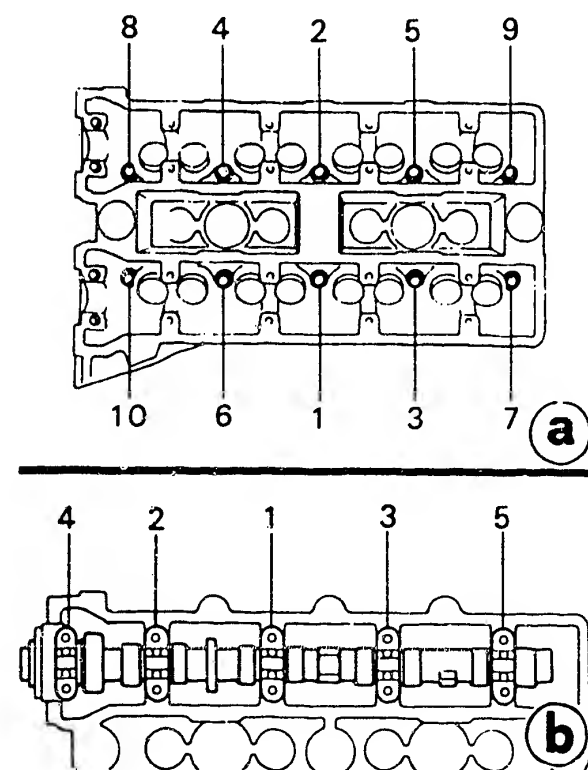

Bild 13 **Motor 4A-GE:** Anzugsreihenfolge der Zylinderkopfschrauben (a) und der Nockenwellen-Lagerdeckel (b).
a) Für den **Ausbau** des Zylinderkopfs ist der Motor im Verdichtungstakt auf den OT des 1. Zylinders zu stellen. Die Markierungen an Nockenwellenrad, Zahnriemen und Zylinderkopf müssen dann übereinstimmen. Der Zahnriemen lässt sich von den Nockenwellenrädern abnehmen, nachdem der Spanner gelöst ist. Die Zylinderkopfschrauben sind in der umgekehrten Anzugsreihenfolge (Bild 13) zu lösen.
c) Die **Zylinderkopfdichtung** ist trocken zu montieren. Die kurzen Zylinderkopfschrauben sind auf der Einlass-, die längeren auf der Auslassseite mit leicht (!) eingeöltem Gewinde einzusetzen und in drei Durchgängen in der korrekten Anzugsreihenfolge (Bild 13) mit 55...64Nm festzuziehen.